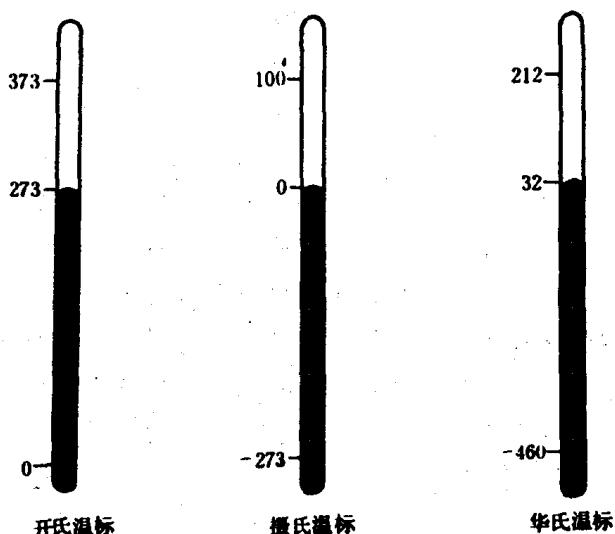

图 2-2 三种温标的标定方法
(1) 温标 温标是温度的标定方法。最常见的温标有摄氏温标、华氏温标和绝对温标（又叫做热力学温标或开氏温标）。
(2) 三种温标的标定方法 如图 2-2 所示。